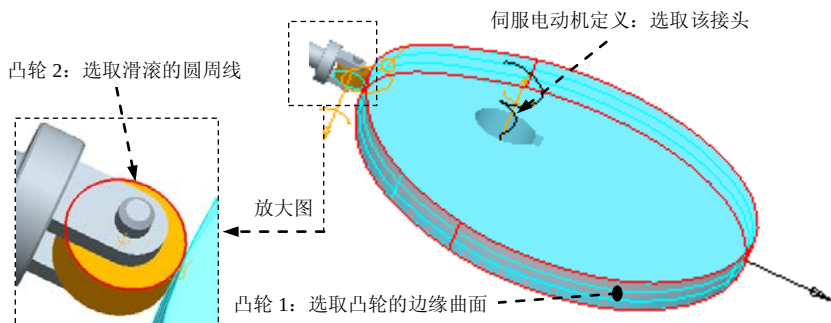

图 9.7.17 凸轮从动机构连接定义
(1) 输入名称: 在该对话框中的名称文本框中输入凸轮从动机构名称, 或采用系统的默认名(本例采用系统默认名)。
(2) 选取凸轮(CAM)曲面: 在图 9.7.17 所示的模型上, 按住 Ctrl 键, 选取凸轮 CAM 的边缘曲面, 单击“选择”对话框的 **确定** 按钮。
(2) 在如图 9.7.17 所示的模型上, 按住 Ctrl 键, 选取滑滚 WHEEL 的圆周曲线, 单击“选择”对话框的 **确定** 按钮。
(1) 输入伺服电动机名称: 在该对话框中的名字文本框中输入伺服电动机名称, 或采用系统的默认名。
(2) 选择运动轴: 在图 9.7.17 所示的模型上选取连接轴 Connection_3c.axis_1。